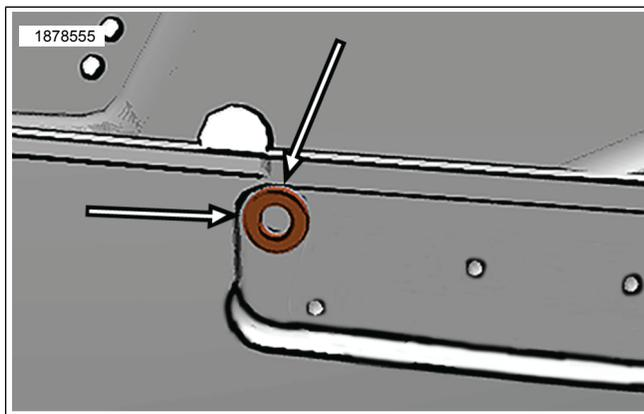

Figure 3. Emplacement du perçage du trou supérieur de la sacoche
- c. Voir la figure 3. Utiliser la rondelle plate (4) du kit comme guide d'emplacement de la perceuse en plaçant la rondelle à plat contre la surface de la sacoche, en touchant le rayon en haut et sur le côté de l'évidement.